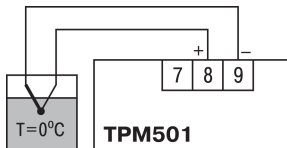

Рисунок 8.7 – Схема подключения
1. Выключить питание прибора. Отключить от входа сигнал потенциометра и подсоединить вместо него концы отградуированной термопары соответствующего типа. Поместить рабочий спай ТП в сосуд со смесью воды и льда (температура $0\text{ }^{\circ}\text{C}$), см. *рисунок 8.7*.